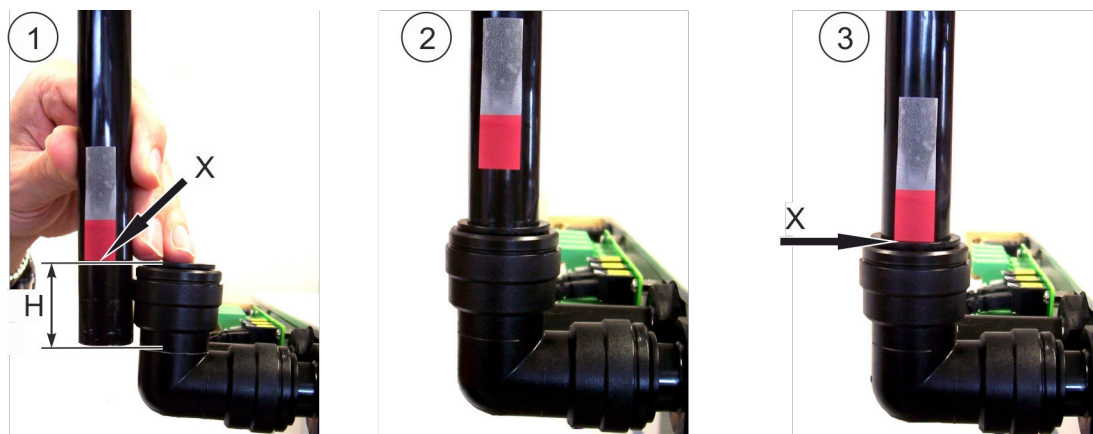

Abb. 31: Montage
1. ➤ [Abb. 31/1]: Einschubtiefe (Abb. 31/H) des Rohrs markieren (Abb. 31/X). Hilfslinie am Rohrwinkel nutzen! Einschubtiefe (H) ca. 33 mm.
2. ➤ [Abb. 31/2]: Rohr locker einstecken.
3. ➤ [Abb. 31/3]: Rohr kräftig, hör- und spürbar bis zum Anschlag und bis zur Markierung (Abb. 31/X) eindrücken.